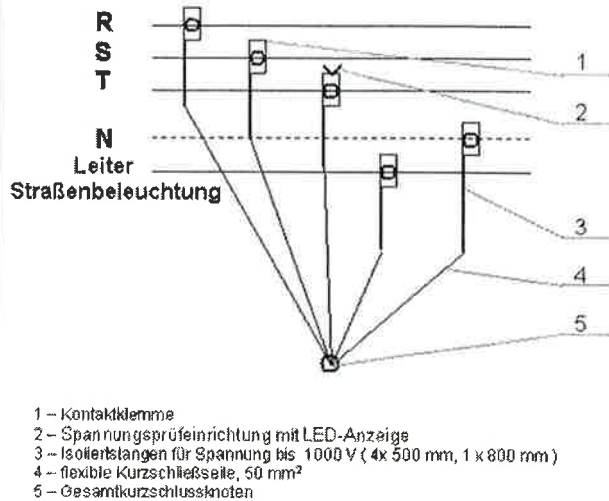

Abb. 3. Bauform der tragbaren Erdung für Freileitungen bis 1000 V.
– **Die Kurzschließeilvorrichtung** besteht aus 5 Leiteranschlussklemmen (1 – sieh. Abb. 3), aus 5 Isolierstangen (3) für Spannung bis 1000V, die daran starr angeschlossenen sind, und aus fünf damit verbundenen flexiblen Seilen (4) mit Querschnitt von 35 mm² (Cu) und Länge von 600 mm, die an einem gemeinsamen Punkt kurzgeschlossen sind (5). Die Isolierstangen müssen signalgelbe Farbe haben und die folgenden Längen aufweisen: 4 Stangen müssen 500mm lang sein und eine Isolierstange muss eine Länge von 800 mm aufweisen. Die Isolierstangen sollen aus Polyesterrohren sein, armiert mit Glasfasern, mit Durchmesser 20 mm, mit innerer elektrischer Leitung mit Querschnitt 35 mm² (Cu), als Verbindungselement zwischen den Kontaktklemmen und den flexiblen Seilen für Kurzschließen. Die Isolierstangen müssen mit isolierten Handgriffen, mit Schutzring und Rippung gegen Verrutschen sowie mit Schutzvorrichtung gegen Biegung an den Verbindungsstellen mit den flexiblen Seilen ausgerüstet sein. Jede Erdung ist mit einer zuverlässigen
– **Die KurzschlieÙvorrichtung** besteht aus 2 Leiteranschlussklemmen (1 – s. Abb. 3) mit 2 fest daran angeschlossenen Isolierstangen (2) für Spannung bis 1000 V und damit verbundenem flexiblem Seil (3) mit Querschnitt von 35 mm² (Cu) und Länge von 1200 mm. Die Isolierstangen müssen signalgelbe Farbe haben und die folgenden Längen aufweisen: 2 Stangen je 500 mm lang. Die Isolierstangen sollen aus Polyesterrohren sein, armiert mit Glasfasern, mit Durch-